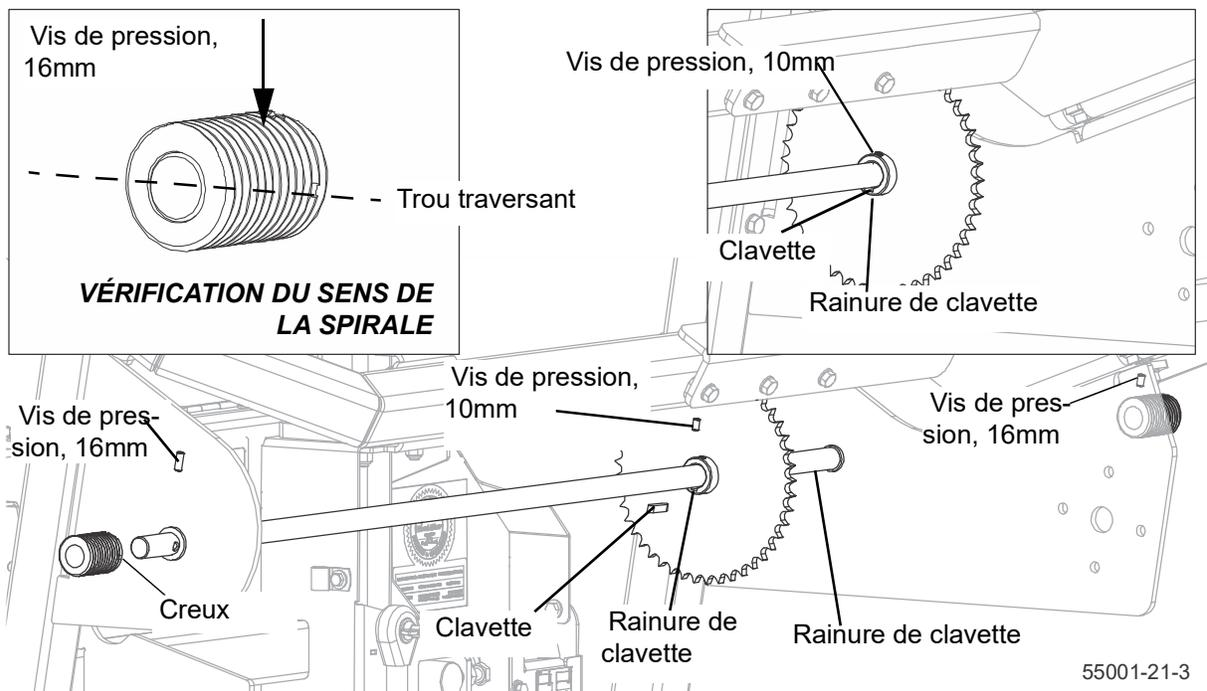

FIG. 3-29
3. Faites glisser le grand pignon sur l'arbre. Voir Figure 3-29.
1. Alignez la clavette dans la fente dans l'arbre. Voir Figure 3-29.
3. Serrez la vis de réglage du pignon. (Voir encadré de la fig. 3-29.)